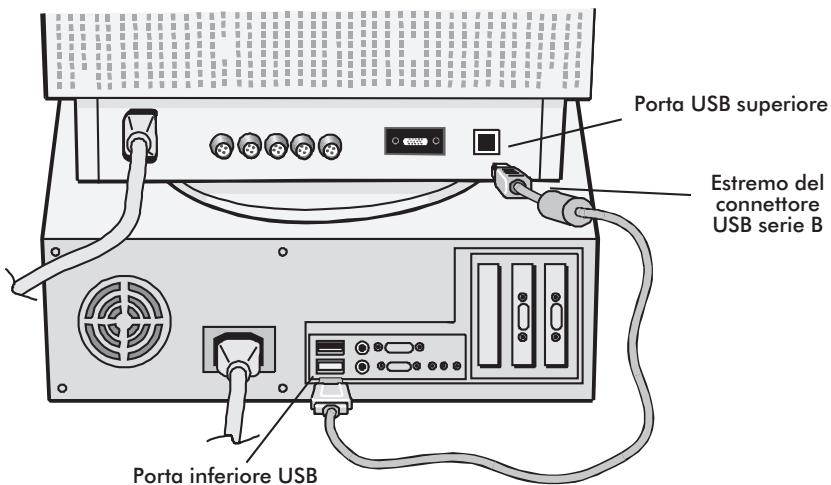

Figura 1
1. Utilizzando il cavo USB in dotazione, connettete il connettore USB serie B alla porta USB superiore del monitor (Figura 1).
2. Connnette l'altro estremo del cavo in dotazione alla porta USB inferiore del computer (o ad un HUB USB attaccato al computer) (Figura 1).